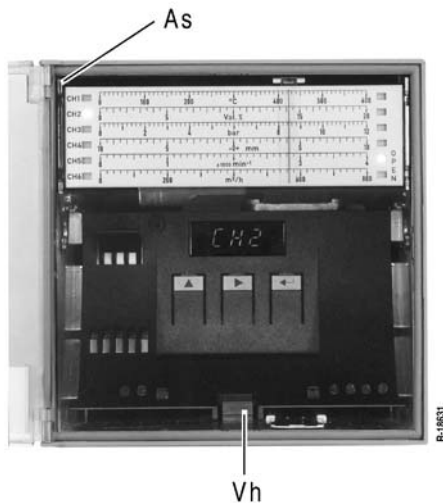

Bild 13 Elektronikeinheit ausbauen
1. Arretierschraube **As** lösen (siehe Bild 13) und Messsystemträger ca. 2 cm vorziehen.
2. Verriegelungshebel **Vh** anheben (siehe Bild 13) und gleichzeitig Baugruppe vorziehen.